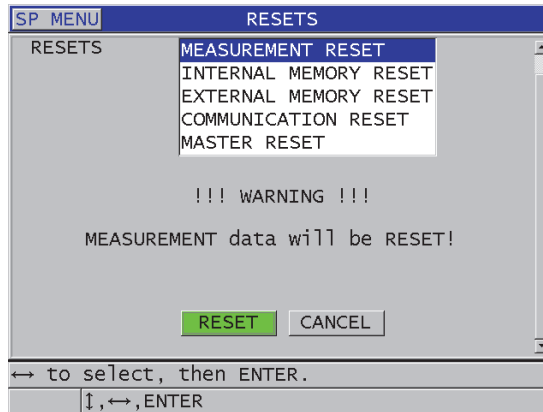

Abbildung 15-1 Reset aktivieren
3. Verfahren Sie im Fenster **RESETS** (siehe Abbildung 15-1 auf Seite 305) wie folgt: